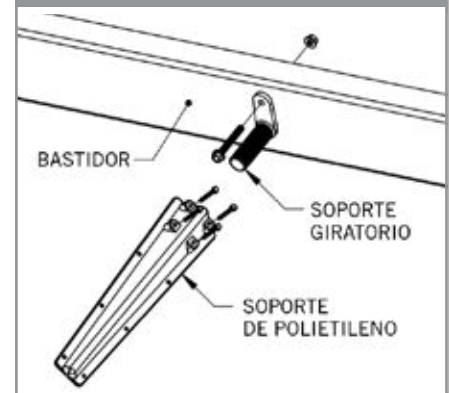

FIGURA 8
- Coloque cuatro tornillos de 5/16" x 3" a través del soporte de polietileno (PB501026PL) y el bloque de apoyo (PBLOCK) para sujetar el eslabón giratorio (PB5015). (Ver la Figura 8)